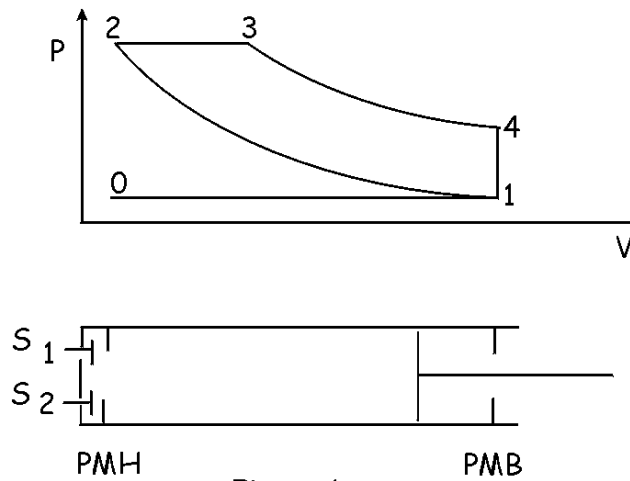

Figure 1
**A** Un moteur Diesel fonctionne avec de l'air décrivant le cycle schématisé figure 1 : l'abscisse représente le volume du cylindre et l'ordonnée la pression de l'air qui y est contenu.
Les figures 1,2,3,4 représentent les quatre temps du moteur Diesel. Pour simplifier le problème, un seul cylindre est représenté.